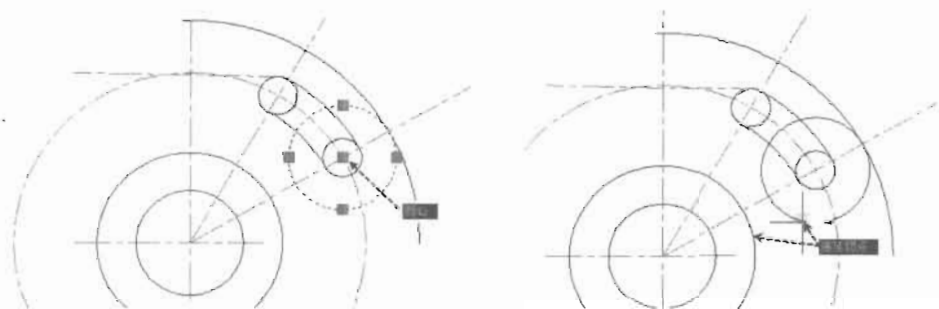

图 3-162
(10) 在命令提示行中输入 circle 命令, 捕捉图 3-162 (左) 所示的圆心, 绘制半径为 11 的圆, 命令执行过程如下, 绘制结果如图 3-162 (右) 所示。